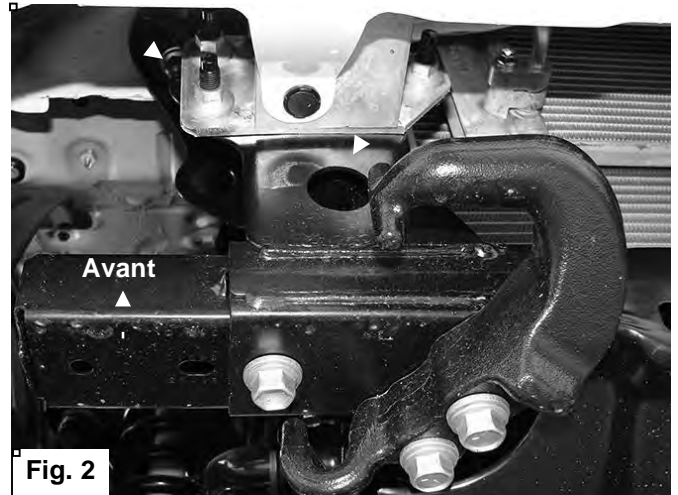

Fig. 2
2. Commencer l'installation côté passager, à l'avant du véhicule. Enlever les (2) écrous à tête hexagonale extérieurs d'origine maintenant la fixation du parechocs sur l'extrémité du châssis **(Figure 2)**. **REMARQUE :** Il peut s'avérer nécessaire de démonter temporairement le crochet de remorquage d'origine du côté passager.